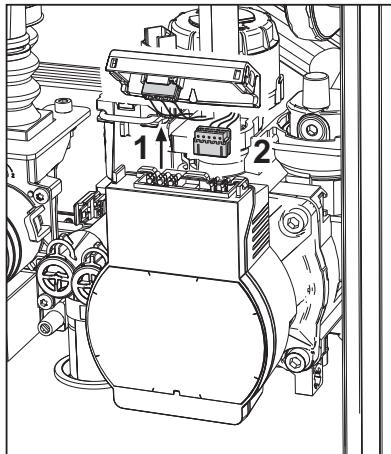

fig. 37
- Sconnettere elettricamente il circolatore sbloccando le connessioni alzando il particolare “1” di fig. 37.